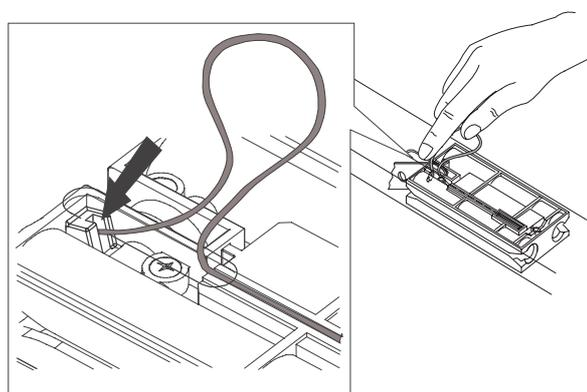

FIG.11
- 3) Reculer le traîneau vers le groupe d'embrayage de la traction jusqu'à ce que le trou sur le traîneau soit en face de la fente, puis enfiler le câble sans gaine (fig. 11).